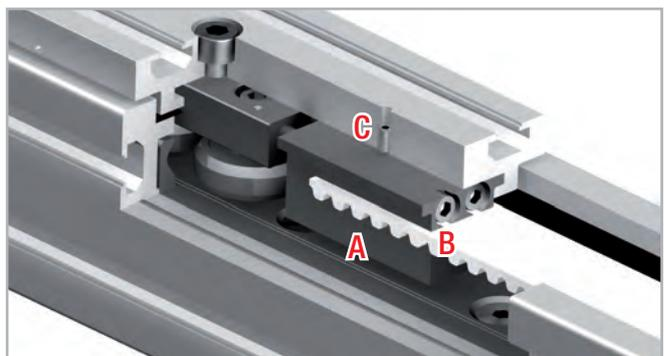

Fig. 65
1. Desserrez les vis de blocage C (en haut sur le chariot) du dispositif de serrage de la courroie A (voir fig. 65).